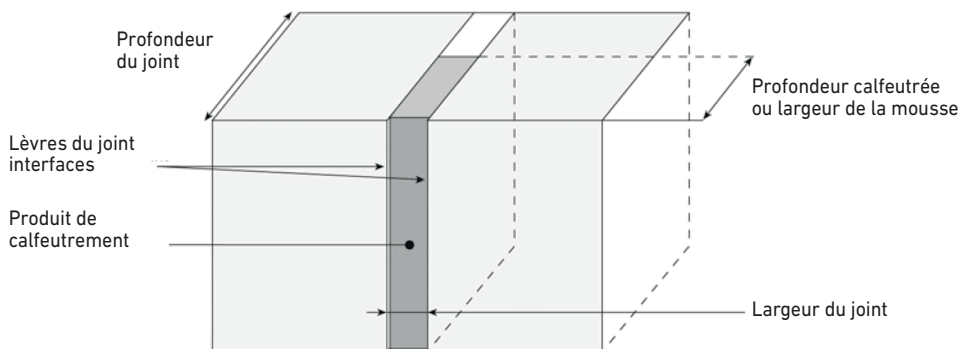

Figure 1 : Terminologie relative aux joints
- Calfeutré à l'aide de mousse imprégnée susceptible de prévenir la pénétration de l'eau ou de l'air, dans la limite des mouvements relatifs prévisibles (voir Figure 1)